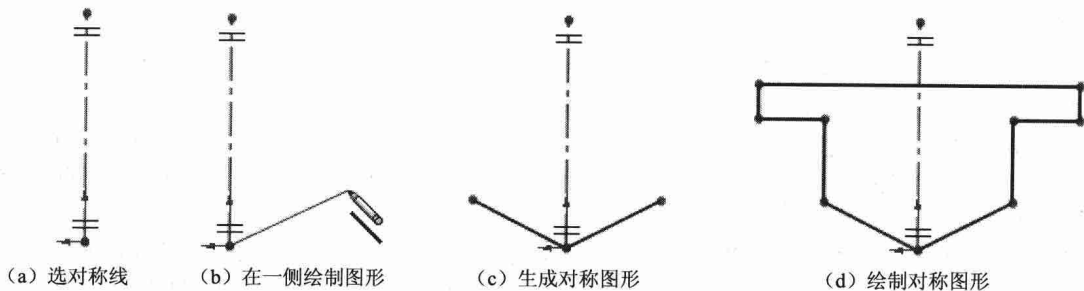

图 1-9 动态镜向草图
- 在打开的草图中，单击“草图”工具栏中的“动态镜向实体”按钮，或选择菜单“工具”|“草图工具”|“动态镜向”命令，选择镜向所绕的实体，此时在所绕实体上下方会出现“=”号，如图 1-9(a) 所示。
- 在对称线的一侧绘制图形，如图 1-9(b) 所示。
- 系统自动生成对称图形，如图 1-9(c) 所示。
- 一次完成对称图形，如图 1-9(d) 所示。